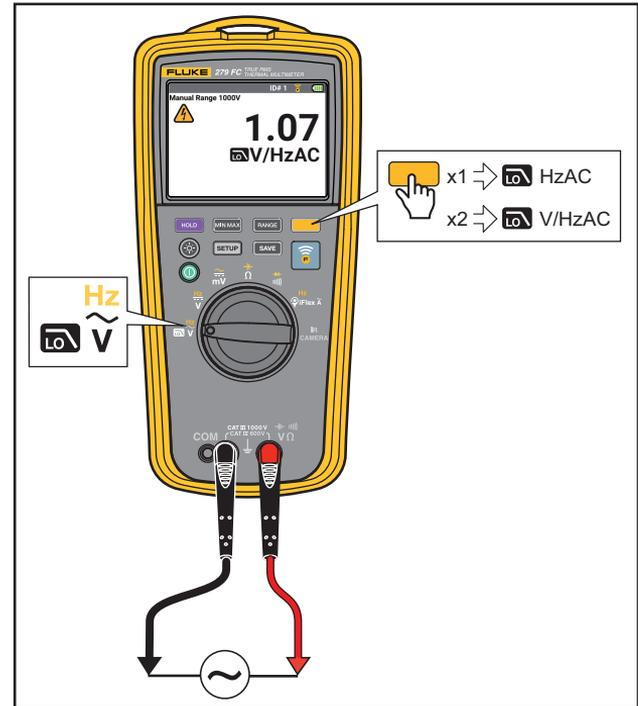

Abbildung 6. Volt-Hertz-Verhältnis
- Volt-Hertz-Verhältnis, siehe Abbildung 6
Das Multimeter kann das Verhältnis von Volt zur Frequenz des Wechselstromsignals anzeigen. siehe Abbildung 6